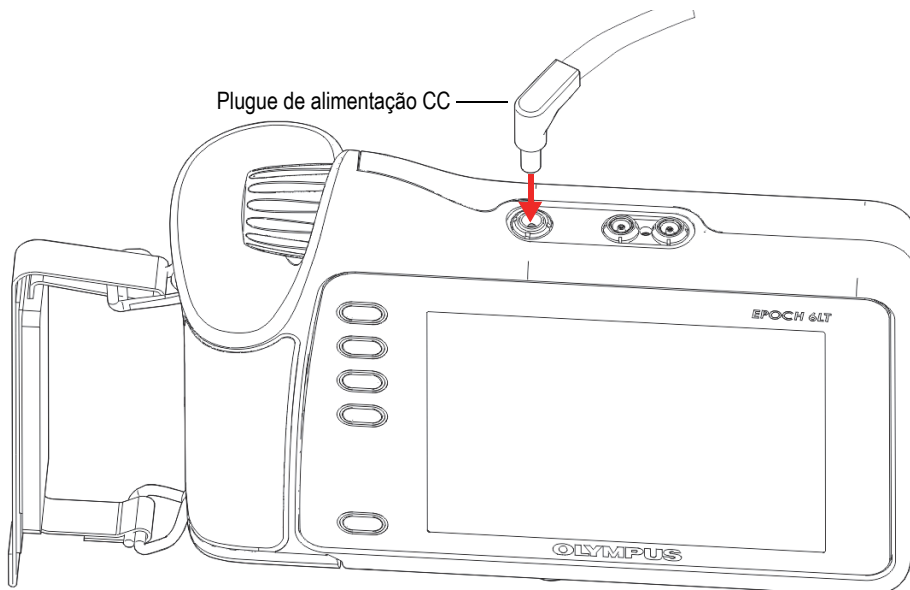

Figura 3-1 Conectar o plugue de alimentação CC
1. Coloque o plugue de alimentação CC no conector do carregador/adaptador CA do aparelho (veja Figura 3-1 na página 42).